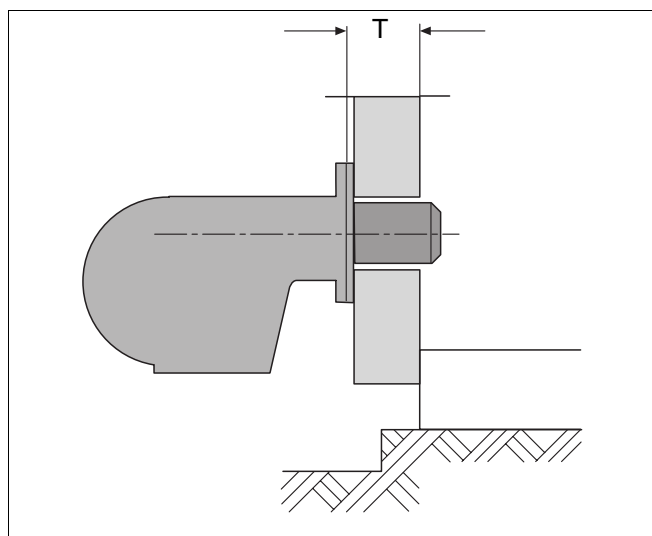

Fig. 23 Skematisk visning af dørtybden T
- Vær opmærksom på dørtybden T (fig. 23; se også tab. 4).